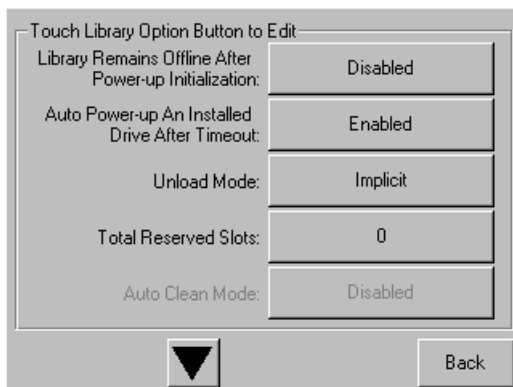

図3-9: [Total Reserved Slots]画面
2. ライブラリ オプション画面で[▼]を押して、[Total Reserved Slots]オプションが表示される画面まで移動します（図3-9を参照）。